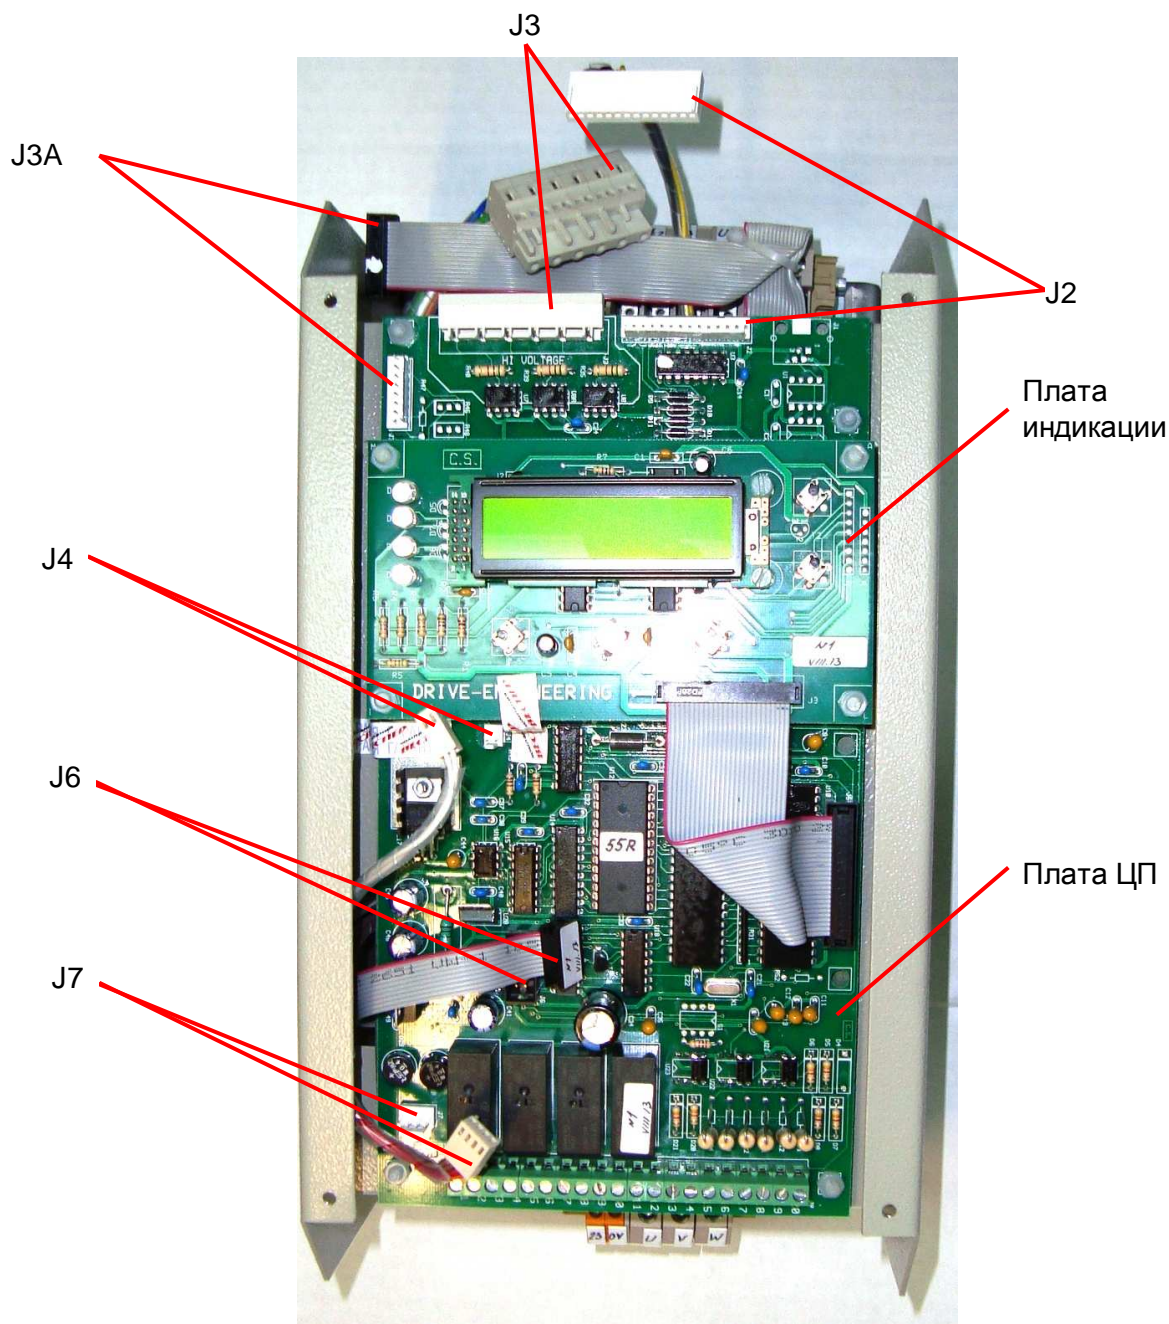

Рис. 6.3 Расположение разъемов на плате ЦП.
6.3.1. Отсоединить разъемы кабелей от платы ЦП (разъемы J2, J3, J3A, J4, J6, J7, рис. 6.3).
6.3.2. Открутить четыре пластмассовые гайки (рис. 6.3, красные стрелки) и положить их в тару.
6.4.1. Отсоединить разъемы кабелей от платы ЦП (разъемы J2, J3, J3A, J4, J6, J7, рис. 6.3).